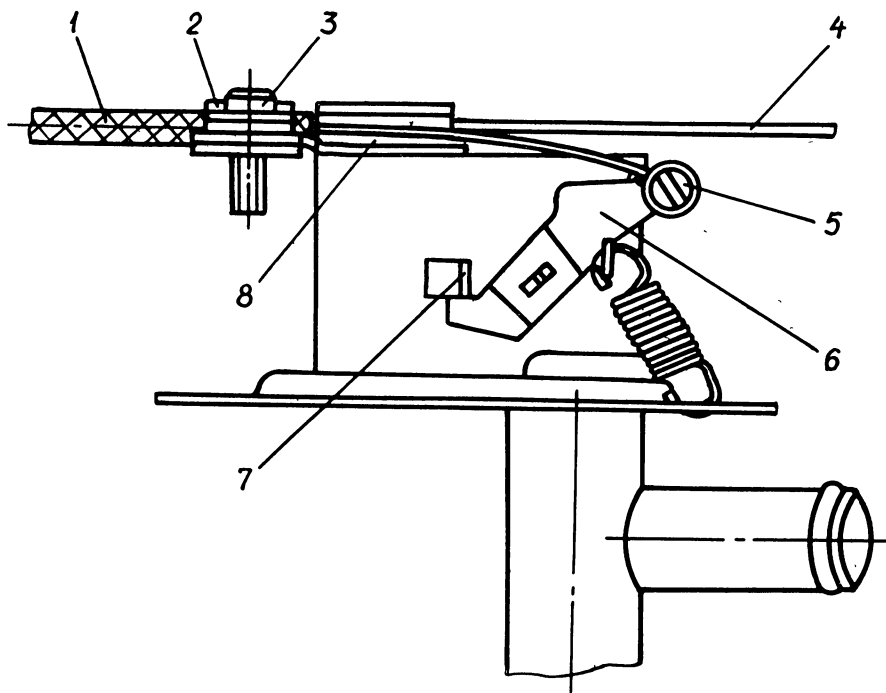

Рис. 99. Термостатический кран системы отопления:
При повороте рычага 6 /рис. 99/ крана до упора 7 кран не должен пропускать воду.
2. Одеть жилу 5 /рис. 99/ троса на отогнутый конец рычага 6 крана, заложить оболочку 1 троса под прижим 2 троса, слегка затянув винт 3.